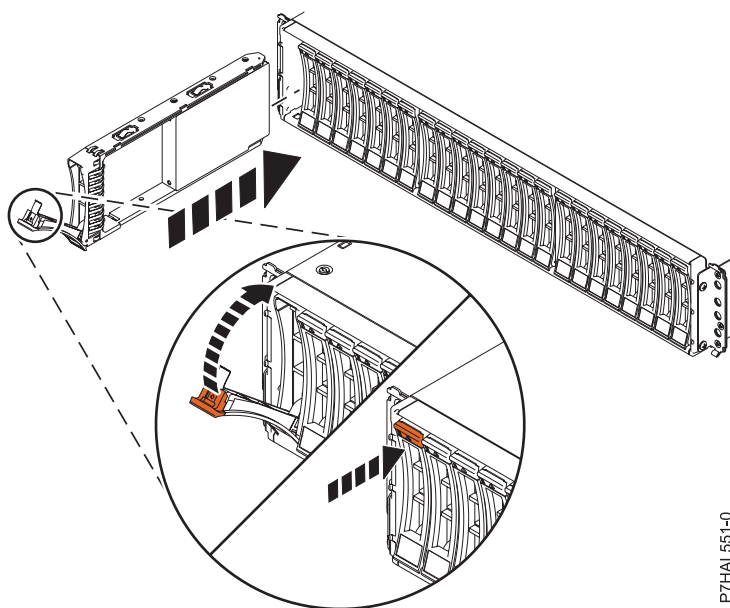

Figura 14. Instalación de la unidad de disco en Alojamiento de unidad de disco 5887
1. Con el asa en la posición de desbloqueo, consulte Figura 14, sostenga la unidad por la parte inferior mientras la alinea con los rieles de guía de la unidad de expansión.